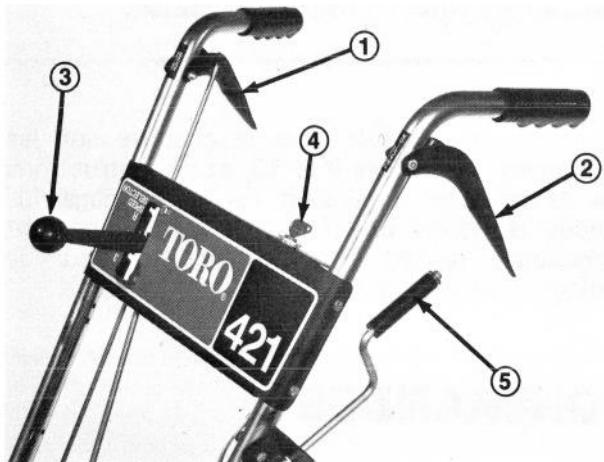

Figure 13
**Commande de tarière (Fig. 13)** — Cette commande a deux positions: EMBRAYÉE (Engage) et DÉBRAYÉE (Disengagement). Pour embrayer la tarière et le rotor, comprimez le levier contre la poignée du mancheron droit. Pour les débrayer, relâchez le levier.
**Commande de traction (Fig. 13)** — Pour obtenir une traction, comprimez le levier contre la poignée du mancheron gauche. Pour arrêter la traction, relâchez le levier.
**Sélecteur de vitesse (Fig. 13)** — Cette commande a quatre positions: marche arrière, 1, 2 et 3 (trois vitesses avant). Pour changer de vitesse, placez le levier à la position désirée. Le levier s'enclenchera dans un cran à chacune des vitesses choisies. Utilisez les positions 1, 2 et 3 selon les conditions de la neige.
**Clé d'allumage (Fig. 13)** — La clé d'allumage a deux positions: MARCHE (on) et ARRÊT (off). Mettez la clé en position MARCHE (on) avant
**Commande d'éjecteur (Fig. 13)** — Tournez la manivelle de commande de l'éjecteur à droite pour orienter l'éjecteur vers la gauche et tournez la manivelle vers la gauche pour orienter l'éjecteur vers la droite.
- Tournez la clé d'allumage en position de MARCHE (Fig. 13).
- Mettez la commande de traction et la commande de tarière (Fig. 13) en position débrayée.
- Ramenez la manette des gaz en position lente (slow) et tournez la clé d'allumage en position d'ARRÊT (Off) (Fig. 13).